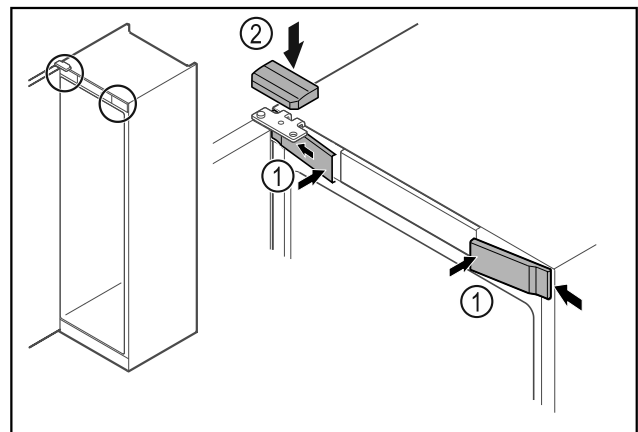

Fig. 67
- ▶ Αναρτήστε τα μπροστινά καλύμματα Fig. 67 (1) στο πλάι και κουμπώστε τα.
- ▶ Κουμπώστε το επάνω κάλυμμα Fig. 67 (2) από πάνω.